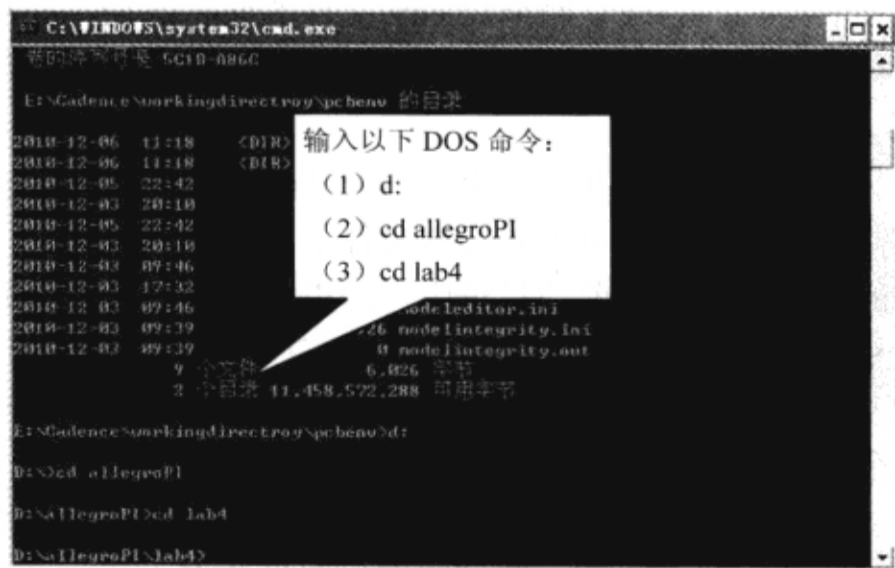

图 10-6-37 进入 lab4 文件夹
(6) 打开 labenv 文件：在 DOS 命令提示符窗口中输入图 10-6-37 所示的命令。